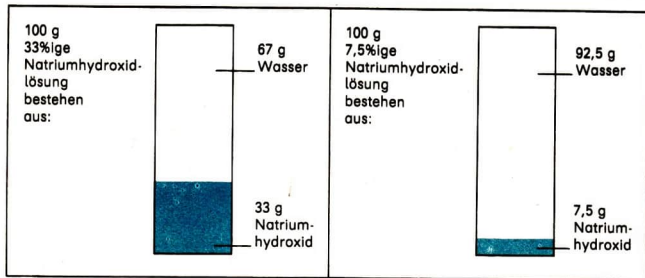

Abb. 7 Massenanteil von Natriumhydroxid in konzentrierter und verdünnter Natronlauge
- In einer *konzentrierten Natronlauge* sind 33 g Natriumhydroxid in 100 g Natriumhydroxidlösung enthalten. Man sagt auch, die Natronlauge ist 33%ig. Handelsübliche **verdünnte Natronlauge** ist dagegen nur 7,5%ig (Abb. 7).
②